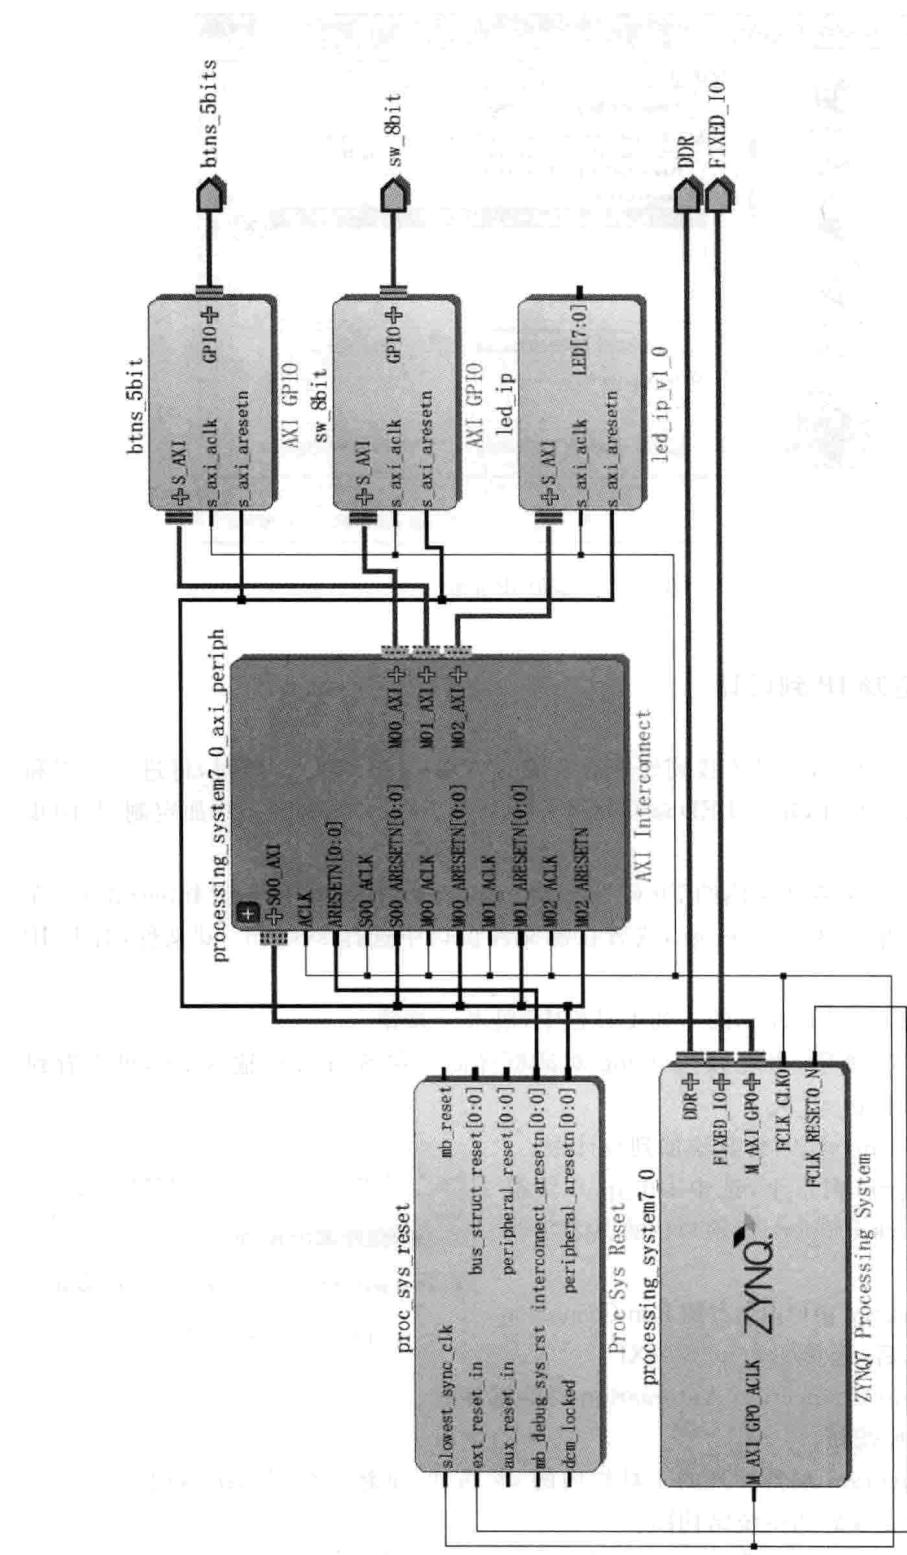

图 4.73 重新绘制后的系统结构图
- (4) 双击 led\_ip\_v1\_0，将其添加到设计中。
- (5) 在 Diagram 窗口下，选中 led\_ip\_0 块符号。然后，在 Block Properties 窗口内将其名字改为 led\_ip。
- (6) 单击 Diagram 窗口内上方的 Run Connection Automation。然后，选择 /led\_ip/S\_AXI。
- (7) 出现 Run Connection Automation 对话框界面。
- (8) 单击 OK 按钮。
- (9) 单击 Diagram 左侧一列的工具栏内的 按钮，重新绘制图系统结构。图 4.73 给出了重新绘制完成后的系统结构图。
- (10) 在图 4.73 所示的界面内，选择 led\_ip 模块的 LED[7:0] 端口，单击右键，出现浮动菜单。在浮动菜单内，选择 Make External 选项。